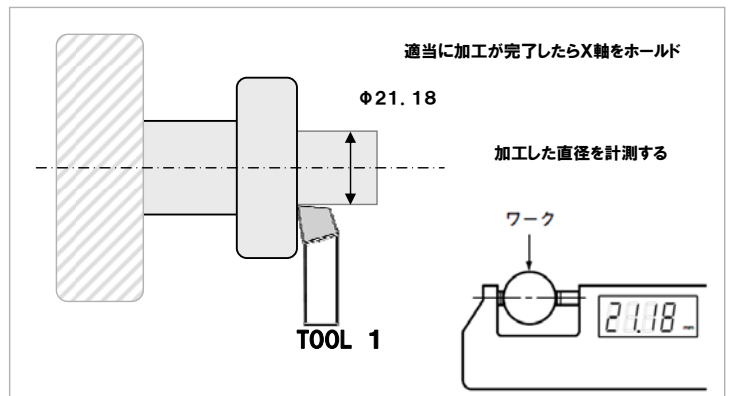

図5
- ④ X軸の加工が完了したら、その時のX軸の表示値をホールドします。(図5)